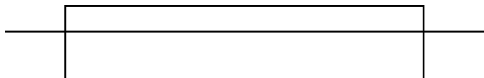

图 15-76 拉长水平直线
(3) 单击“默认”选项卡“修改”面板中的“拉长”按钮, 在对象捕捉绘图方式下, 捕捉水平直线的左端点, 将直线向左拉长5, 结果如图15-76所示。